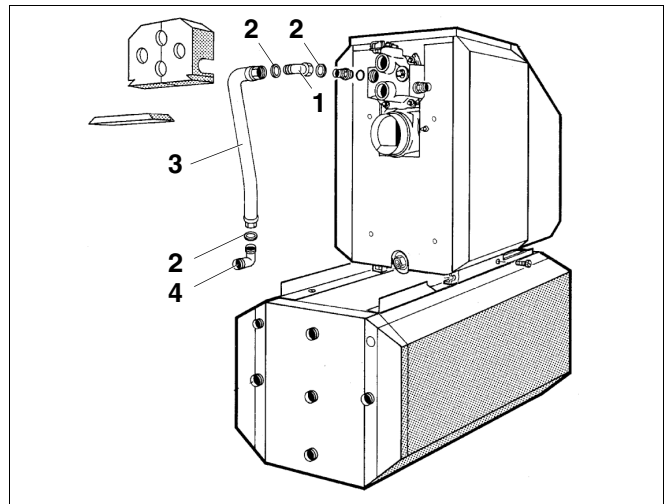

Abb. 10 Senkrechtes Vorlaufrohr mit Winkelklemmverschraubung montieren
- Winkel G1 (Abb. 10, Pos. 1) mit eingelegter Dichtung auf den Doppelnippel im Speichervorlaufanschluss des Anschlussformstückes aufschrauben (Abb. 10).
- Senkrechtes Vorlaufrohr (lang) (Abb. 10, Pos. 3) mit der Überwurfmutter des kurzen Rohrschenkels und eingelegter Dichtung auf den Winkel G 1 (Abb. 10, Pos. 1) schrauben.
- Winkelklemmringverschraubung (Abb. 10, Pos. 4) mit aufgelegter Dichtung auf den langen Rohrschenkel des senkrechten Vorlaufrohres (Abb. 10, Pos. 3) aufschrauben. Der freie Abgang (Abb. 10, Pos. 4) muss nach hinten zeigen.